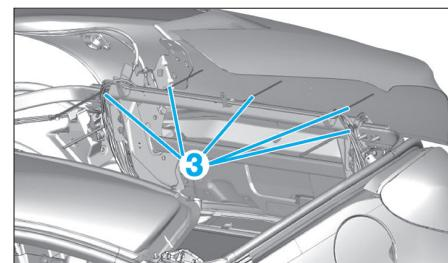

Fig. 138
- Déconnecter les connecteurs en "b" et déposer des éclaireurs de plaque de police (2).
- Déclipper les brides des faisceaux électriques (3) (Fig.138).